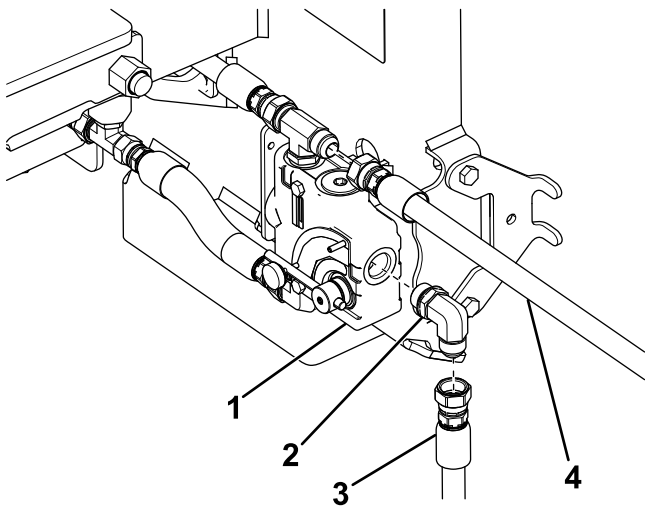

Figure 6
2. Fixez le raccord de flexible à 90° sur le régulateur de débit (Figure 6) et serrez-le à 81 N·m (60 pi-lb).
3. Fixez le flexible court au raccord à 90° (Figure 6).
4. Fixez le flexible long au raccord restant sur le régulateur de débit (Figure 6).